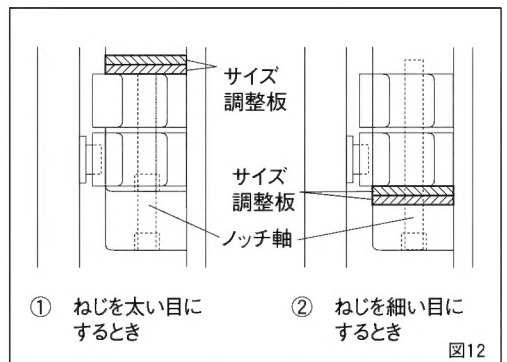

図12
- ① ノッチ軸を(－)ドライバーで緩めます。
- ② 位置決めノッチを押さえながらノッチ軸を外します。
- ③ 位置決めノッチをその下にあるピンとバネが飛び出さないよう、注意しながら外します。
- ④ サイズ調整板を図12-①②のどちらかを選び挿入してください。
- ⑤ バネ及びピンを切上げブロックの所定の穴に入れ、位置決めノッチで押さえます。
- ⑥ ノッチ軸を切上げブロックに通し、位置決めノッチ、サイズ調整板をセットします。
- ⑦ (－)ドライバーでノッチ軸をしっかりと締付けてください。